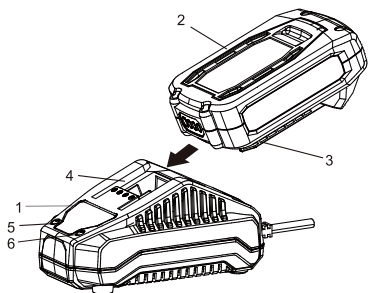

Fig. 1
1. Placez le chargeur de batterie (1) dans un endroit sec à proximité d'une prise de courant 110 à 120 V 60 Hz (figure 1).